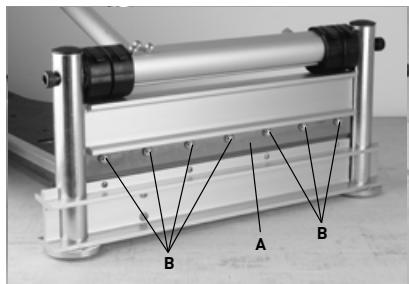

FIGURE 8
1. Para remover la cuchilla (Fig. 8-A) remueva los siete tornillos con cabeza Allen (Fig. 8-B) utilizando la llave hexagonal que le ha sido proporcionada. De manera cuidadosa remueva la cuchilla.